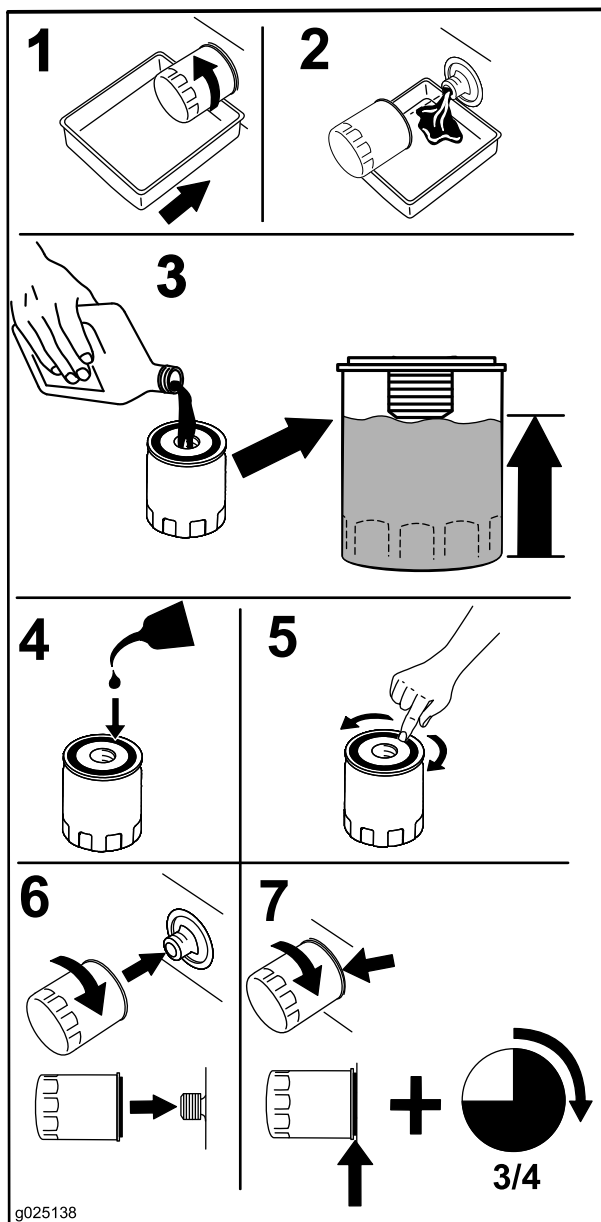

Figura 35
2. Cambie el filtro de aceite del motor (Figura 35).